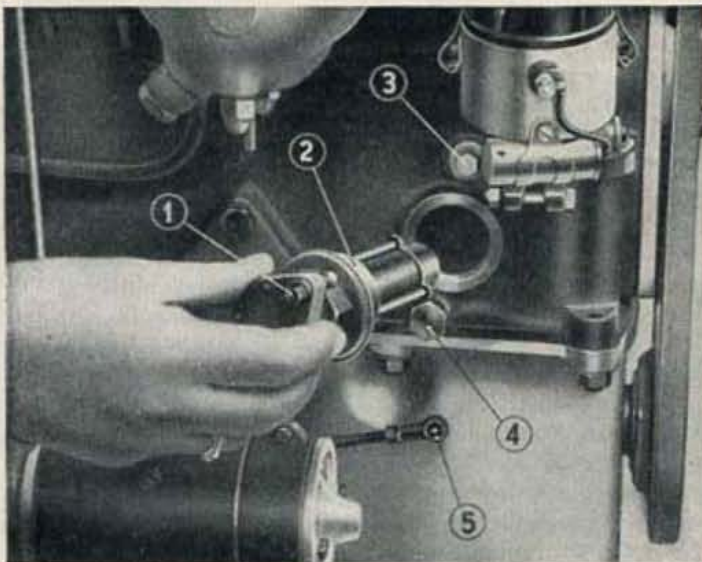

Fig. 17. - Smontaggio del filtro a lamelle.
Sul lato destro del blocco cilindri, immediatamente sotto lo spinterogeno, è incorporato, in posizione orizzontale, il filtro autopulitore a lamelle (2), (vedi fig. 17).
Ogni 2000 km. di percorso del veicolo, è bene far compiere al filtro, col motore avviato, una rotazione a mano di almeno due giri e scaricare le impurità svitando l'apposito tappo (4), situato sotto il filtro stesso (vedere fig. 17).
Nel blocco cilindri, immediatamente sopra il filtro autopulitore, è alloggiata la **valvola di regolazione** della pressione dell'olio (3), che esce dal filtro e va al motore (vedi fig. 17).